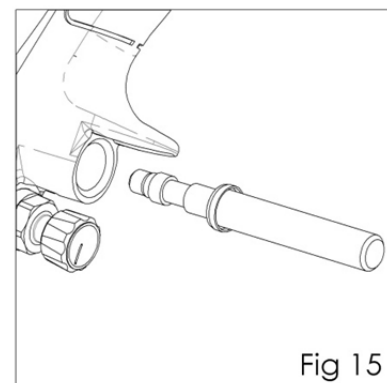

Fig 15
13. Włożyć gniazdo zaworu (19) w korpus. (Patrz rys. 15)